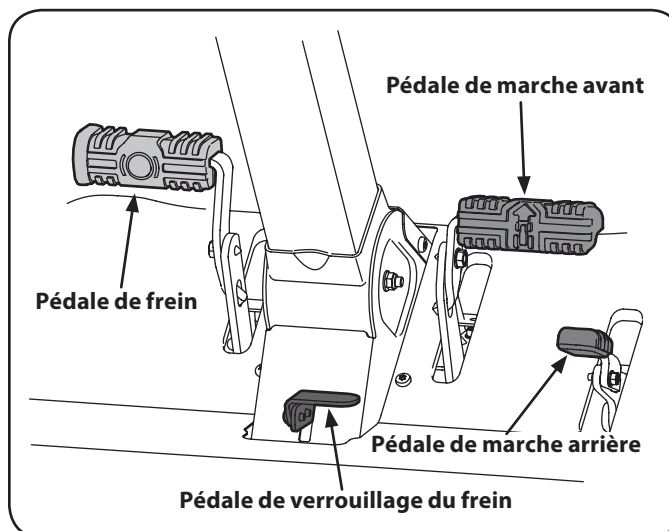

Figure 5-1
Pour engager le frein de stationnement (voir Figure 5-1) :
Pour désengager le frein de stationnement (voir Figure 5-1) :
2. Pour vous déplacer en marche avant, appuyez doucement sur la pédale de marche avant jusqu'à ce que vous atteigniez la vitesse désirée. Voir Figure 5-1.
3. Pour vous déplacer en marche arrière, regardez d'abord derrière vous, puis appuyez doucement sur la pédale de marche arrière avec l'avant du pied (et NON avec le talon) jusqu'à ce que vous atteigniez la vitesse désirée. Voir Figure 5-1.